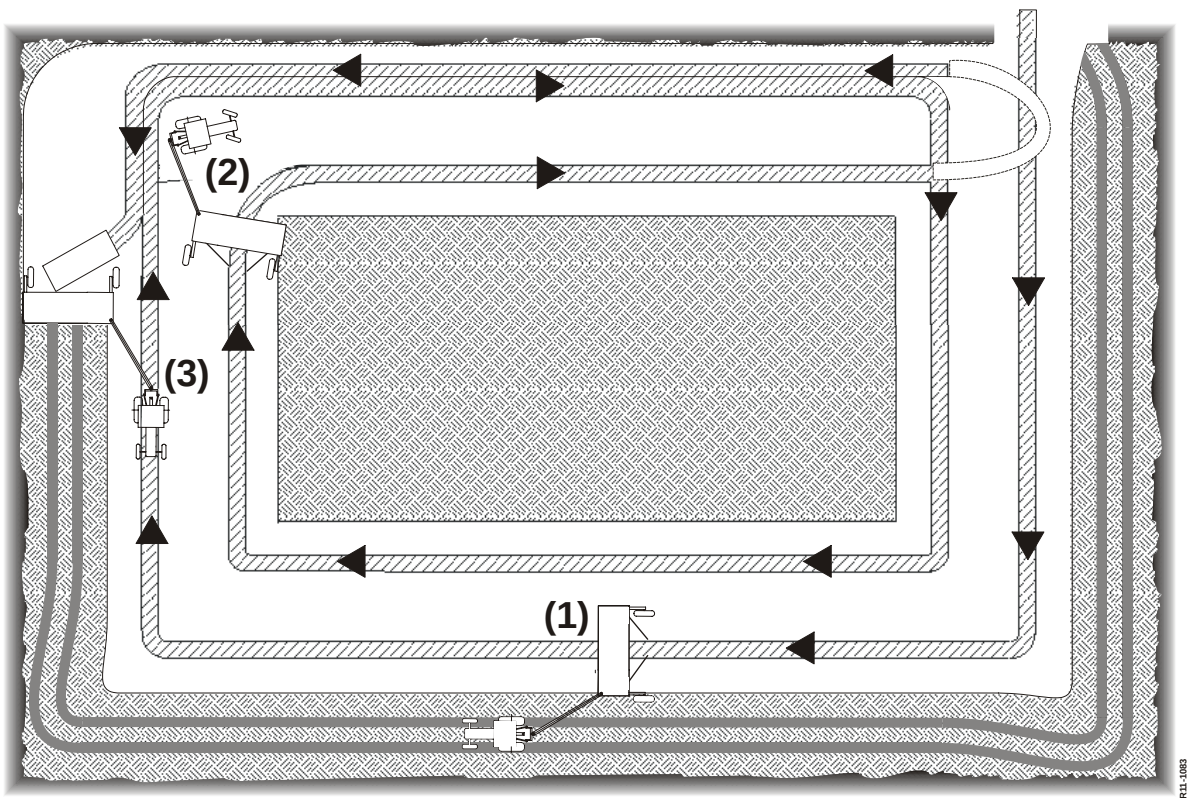

Fig. 3-1
Fig. 3-1 Marken åbnes med Collectoren hævet, så der lægges ét almindeligt skår. Der køres én omgang rundt én arbejdsbredde fra kanten (1). Anden omgang køres samme vej, som det første skår (2). Til sidst sænkes Collectoren, og der køres en omgang rundt langs kanten (3). Nu er der plads til vending i enderne, og marken kan skårlægges i ét stykke, eller opdeles i felter efter behov. Hvis man vil have 2 dobbeltskår skal man kører en ekstra omgang efter anden omgang med Collectoren sænket.